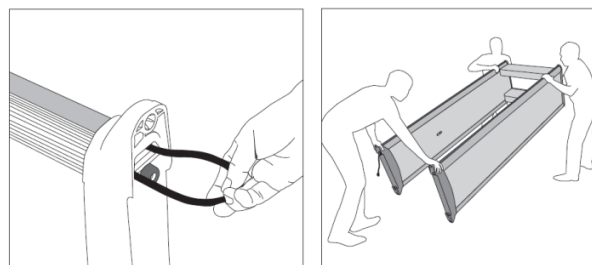

Рисунок 4
10. Извлеките кабель питания снизу панели, выбранной для подвода электропитания. (см. Рисунок 4)